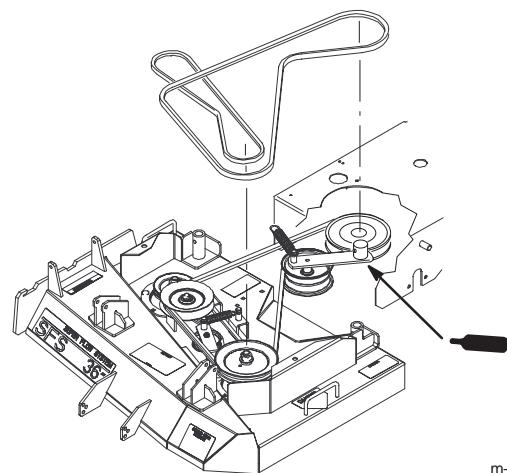

Bild 32
2. Fetten Sie den Nippel am ZWA-Treibriemen-Spannscheibenarm ein (Bild 32).